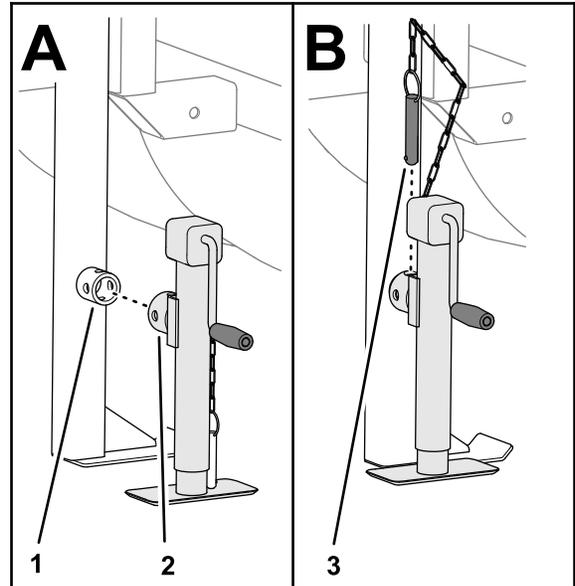

图 24
2. 将千斤顶竖直安装到后千斤顶支柱上并用销将其固定图 24。